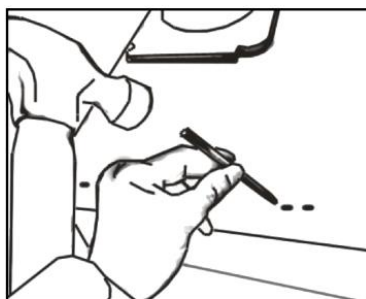

Figure 2
- Punktieren Sie die Ausbrechlöcher (zur Montage unter dem Schrank) auf der Haube wie in Abbildung 2 dargestellt.